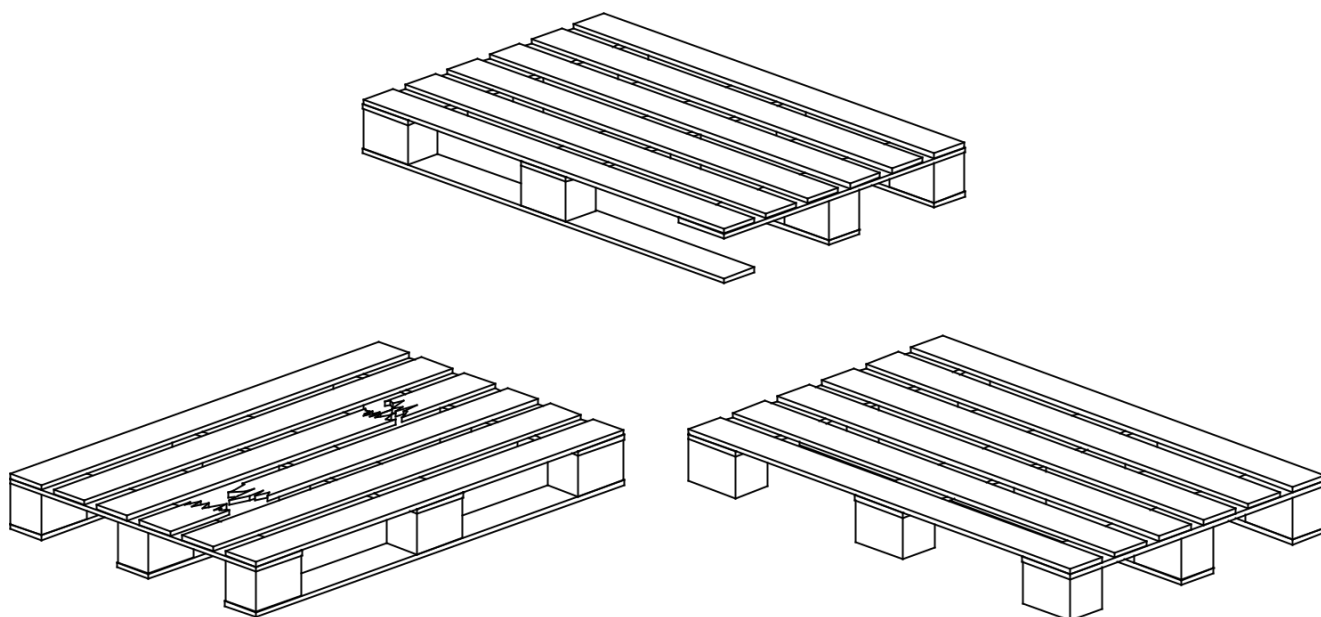

Рисунок 2 - Неисправные поддоны
- ▶ Поддон должен быть безопасным для размещения на стеллаже или снятия со стеллажа, не допускаются повреждения или отсутствие отдельных его элементов, торчащие гвозди (рис. 2);